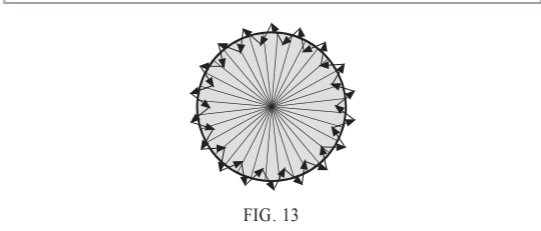

FIG. 13
- Marcher à travers le détecteur jusqu'à ce que le LED brille pendant environ 2 sec et s'éteint. Le prochain déclenchement sera à intervalle de 2 sec. 2sec d'intervalle (Voir FIG.13)